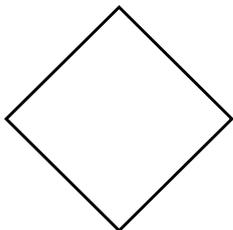

图3-88 绘制四边形
- 03 将【电气元件】图层设置为当前。调用POL【多边形】命令, 绘制一个边长为530的四边形, 如图3-88所示。